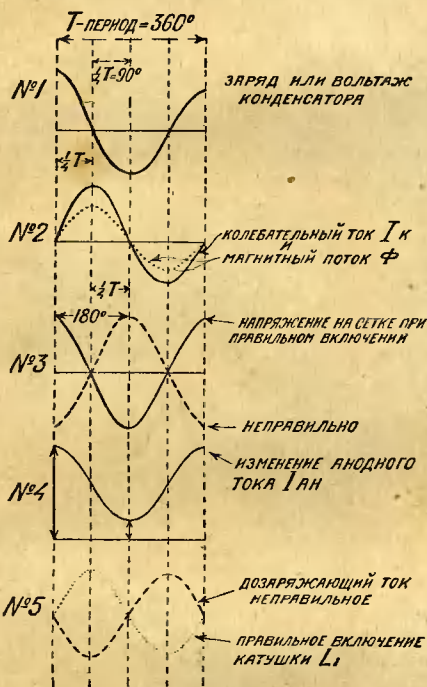

Рис. 9. Диаграмма колебаний лампового генератора.
**Б**ОЛЕЕ подготовленному читателю не бесполезно просмотреть происхождение колебаний генератора по диаграмме, приведенной на рис. 9.
Кривая № 1 на рис. 9 показывает, как изменяется заряд (количество электричества) на обкладках конденсатора или его напряжение.
Из изложенного раньше не трудно заключить, а из рис. 9 не трудно видеть, что этот ток будет сдвинут по фазе, будет отставать от разряда конденсатора на  $1/4$  периода, что то же самое, на  $90^\circ$ .